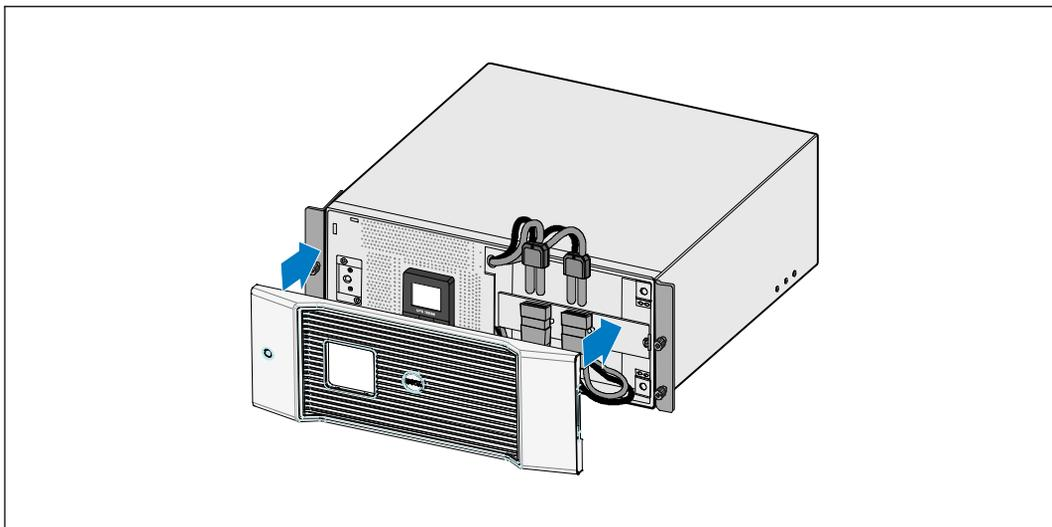

Figure 27. Les batteries internes de l'onduleur DOIVENT être déconnectées avant le transport.
- 5 La procédure suivante doit être réalisée ou supervisée par du personnel familier des batteries et des précautions requises (voir Figure 27).